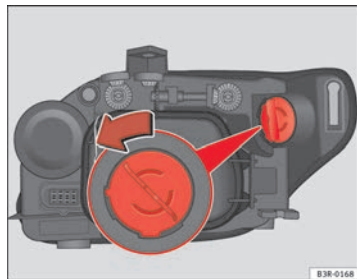

Fig. 207 Lámpara luz intermitente
- Gire el portalámparas en el sentido contrario a las agujas del reloj asiéndolo por el empuñadura ⇒ fig. 207 y extraiga el portalámparas y la lámpara.